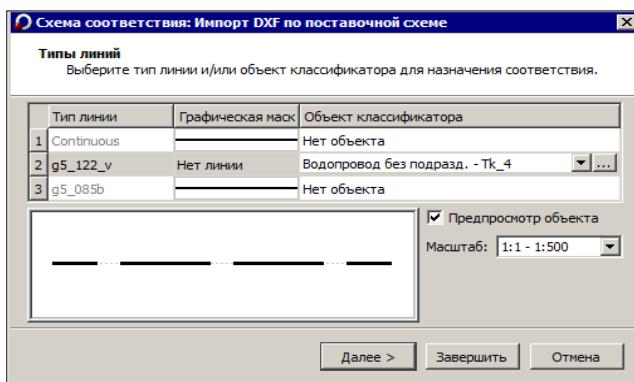

Рис. 13.3
- Для типов линий – в виде типа линии графической маски и/или линейного объекта классификатора (рис. 13.3).